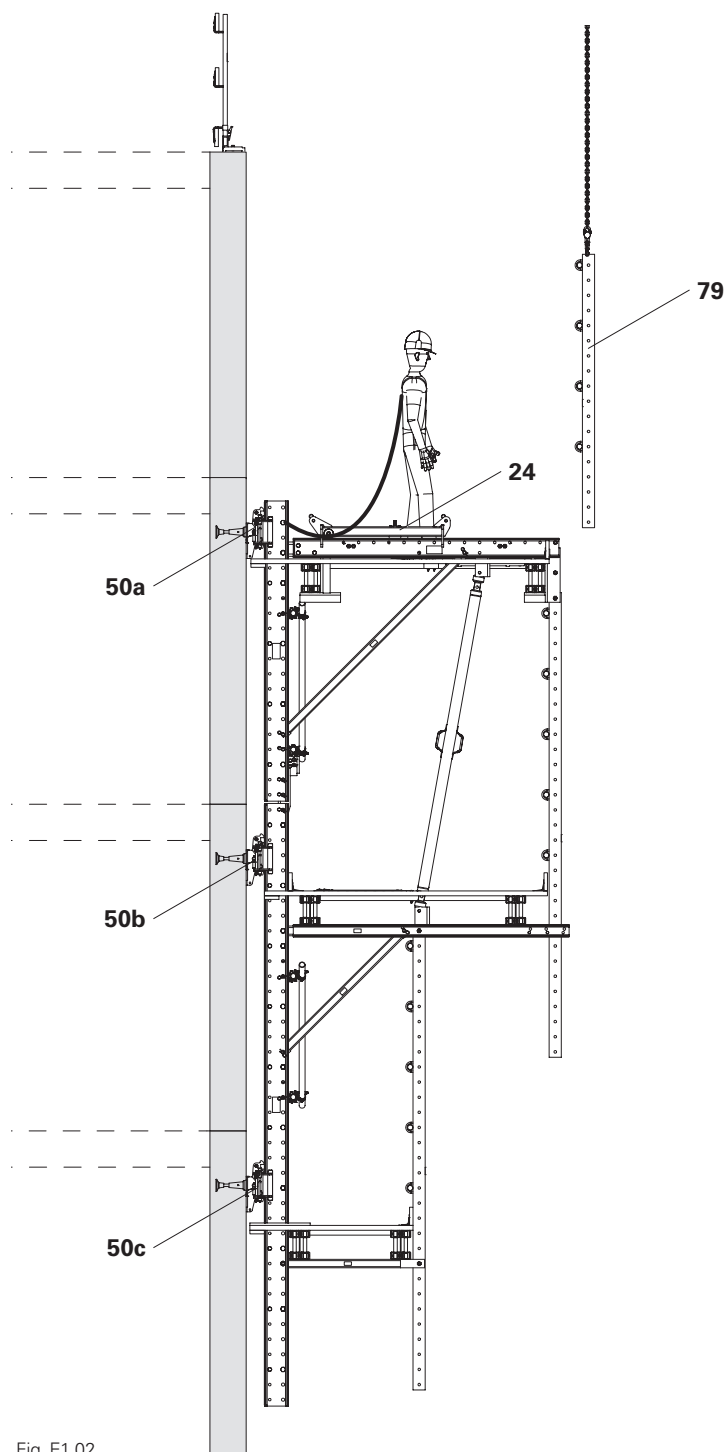

Fig. E1.02
1. Smontare la protezione laterale (**79**) sulla piattaforma di servizio o sull'elemento di rinforzo. Vedere la Sezione "C4 Montaggio del gruppo piattaforma finale" a pagina 80. (Fig. E1.02)